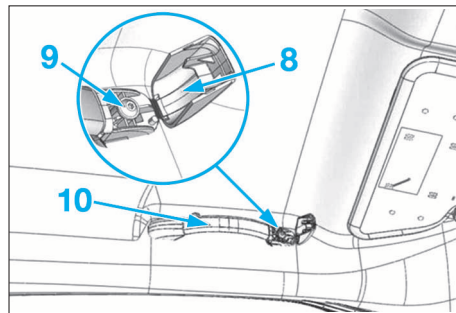

FIG. 95
- De chaque côté, déclipper le cache (8) puis la vis (9) de la poignée (10) (Fig.95)